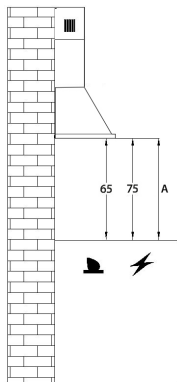
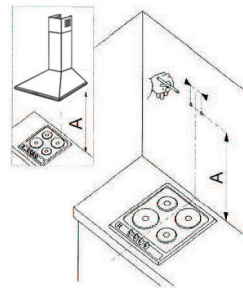

Рис. 4
Рис. 6
Если Вы используете газовую плиту или газовую поверхность, расстояние «А» между нижней частью вытяжки и поверхность для приготовления пищи должно составлять не менее 75 см, если электрическая не менее 65 см (Рис.4). Во время монтажных работ следует соблюдать действующее положение по отводу воздуха. Когда вытяжка используется одновременно с устройствами сжигания газа или другого топлива, в помещении должна быть надлежащая вентиляция.
- Приложите корпус вытяжки к стене (рис. 6), сохраняя минимальное 75 см для газовых и 65 см для электрических плит между нижним краем вытяжки и поверхностью для приготовления пищи (рис. 4).